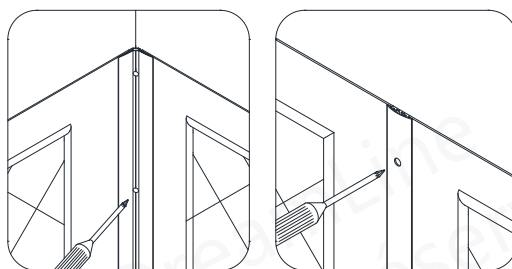

Fig 22
22. Serrez les vis de la **bande d'étanchéité de coin (N° 04)** et de la **bande d'étanchéité du centre (N° 05)** afin de fixer solidement en place les **panneaux latéraux (N° 01)** et les **panneaux arrière (N° 02)**. **(Fig 22)**